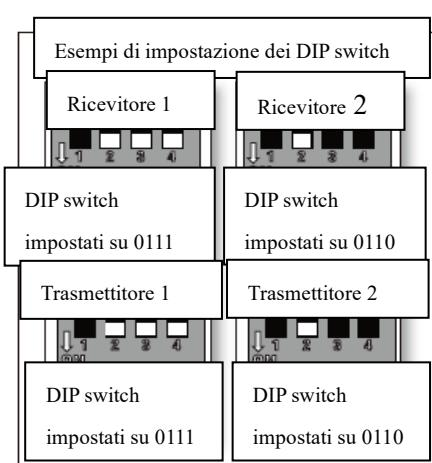

Fig. 12 DIP switch del ricevitore
- Il telecomando (trasmettitore) e il ricevitore devono essere abbinati tra loro; per fare ciò è necessario impostare i cursori dei DIP switch del ricevitore e del telecomando sugli stessi valori (**Fig. 12**).